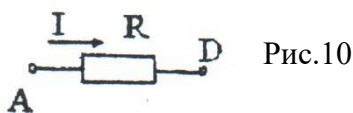

Рис.10
5. Находим эквивалентное сопротивление цепи, учитывая, что $R_{AB} = R_1$, рис. 10:
6. Для схемы изображенной на рис. 10 нетрудно найти ток, потребляемый цепью, который одновременно является током неразветвленной части цепи. На основании закона